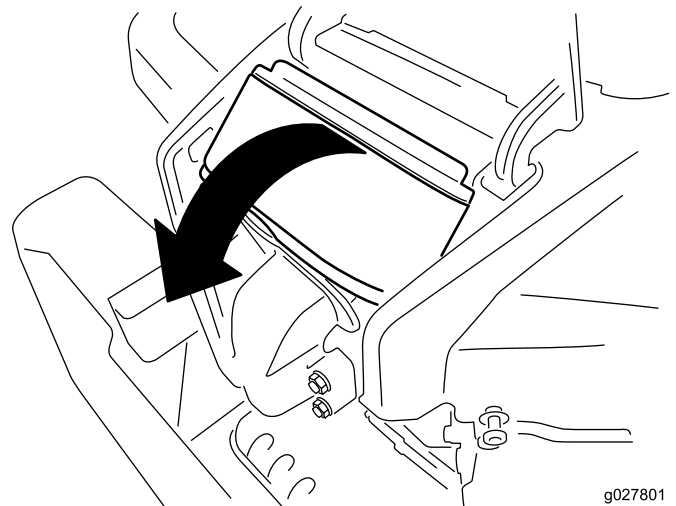

Figure 33
4. Soulevez le couvercle et dévissez le filtre à air pour le déposer du moteur (Figure 33).